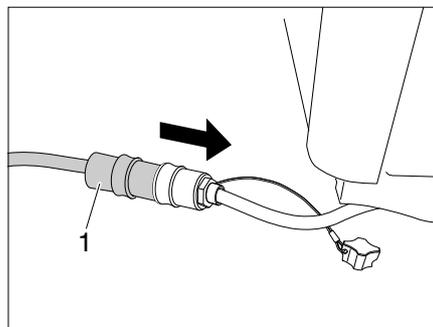

Bild 65 Verlängerungskabel anschließen
- Verlängerungskabel (Bild 65,1) am Küchenblock und am Elektroanschluss im Einstieg des Campsters anschließen.
- ▷ Verlängerungskabel (Bild 65,1) nur bei Nutzung der Küche im Freien verwenden.